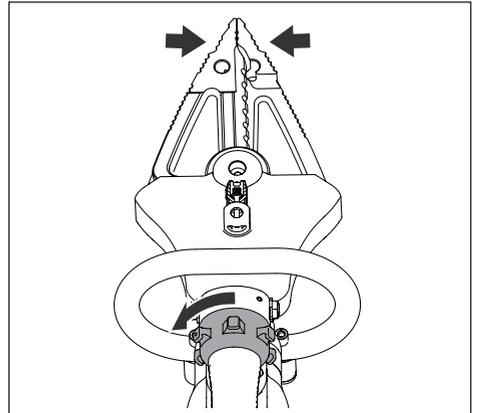

Abbildung 7, Messer/Backen geschlossen
- Drehen Sie den Knopf nach links, und halten Sie diesen, um die Messer/Backen zu schließen. Siehe Abbildung 7.